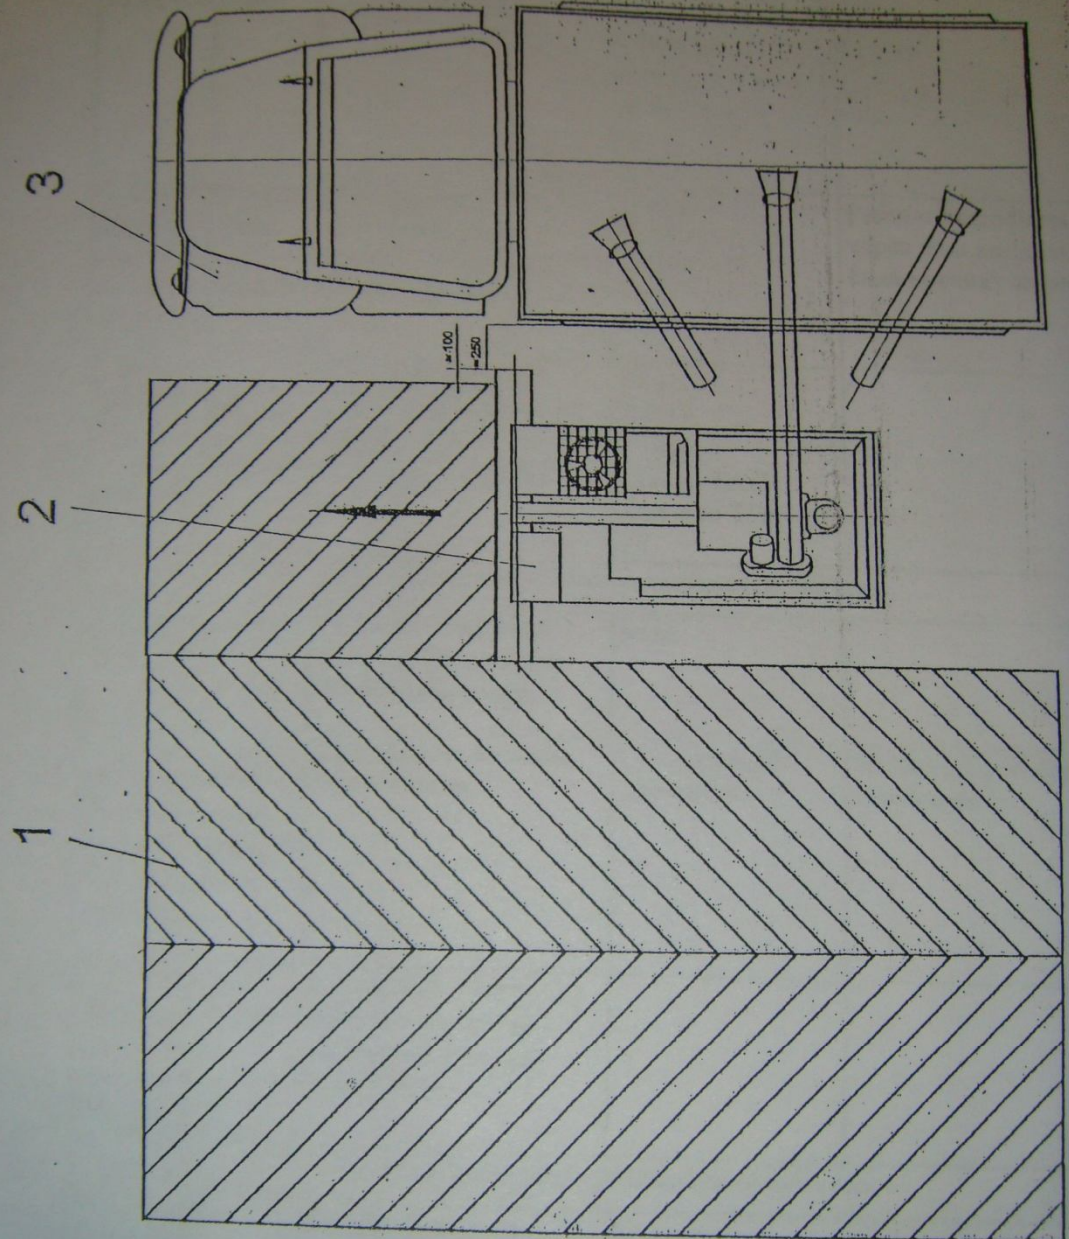

Рисунок 6.4 Маневрирование протравливателя
6.10.4 Маневрирование протравливателя производите в соответствии с рис.6.4.